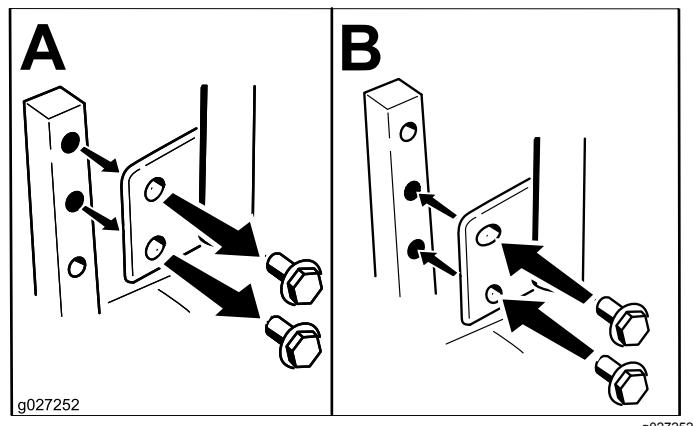

Figura 10
Pode ajustar as alavancas de controlo de movimento mais para cima ou mais para baixo para um maior conforto (Figura 10).
- Desaperte o parafuso inferior o suficiente para rodar a alavanca de controlo para a frente ou para trás (Figura 10).